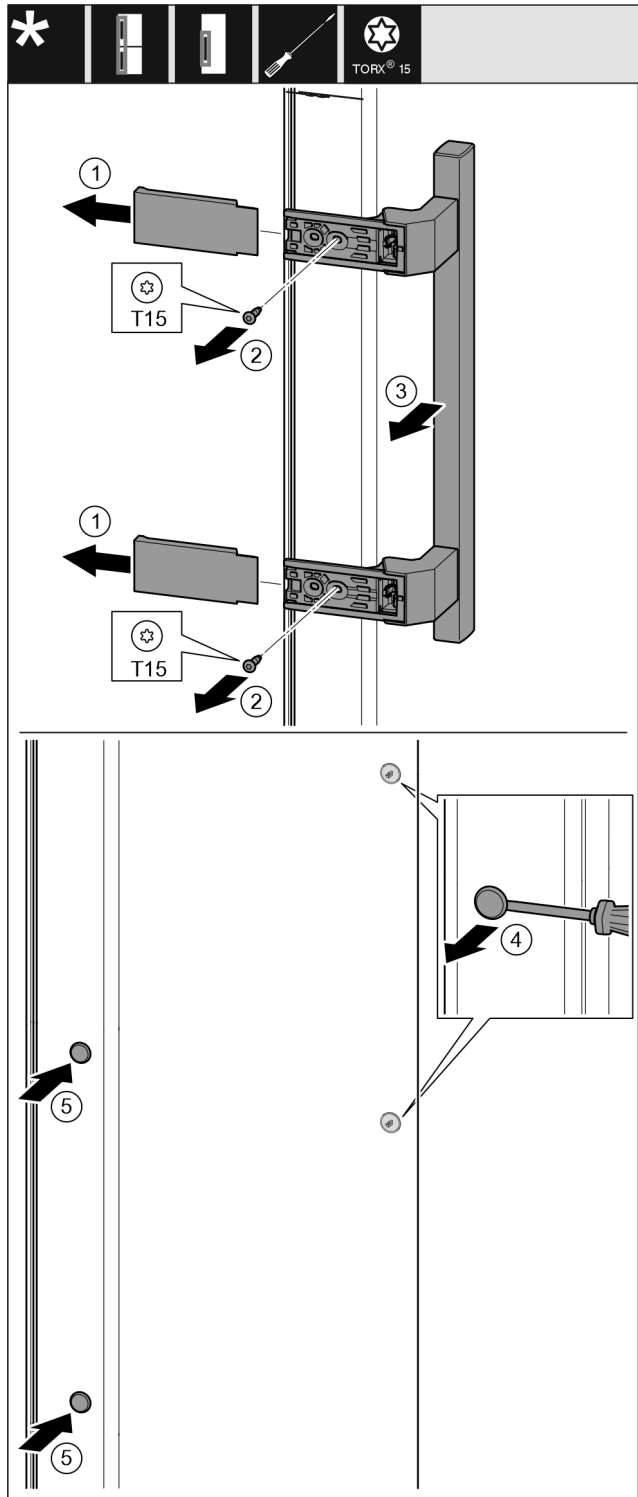

Fig. 14
- Abdeckung abziehen. Fig. 14 (1)
- Schrauben mit Schraubendreher Torx 15 herausdrehen. Fig. 14 (2)
- Griff abnehmen. Fig. 14 (3)
- Seitlichen Stopfen vorsichtig mit einem Schlitzschraubendreher anheben und herausziehen. Fig. 14 (4)
- Stopfen auf der anderen Seite wieder einsetzen. Fig. 14 (5)